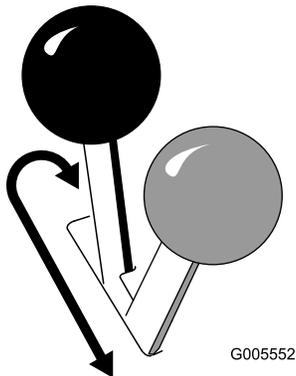

Bild 13
- Drücken Sie den Bremshebel nach vorne und links und ziehen Sie ihn dann nach hinten, um die Feststellbremse zu aktivieren (**Bild 13**).
- Drücken Sie den Hebel nach vorne und nach rechts in die Kerbe, um die Bremse zu lösen (**Bild 13**).